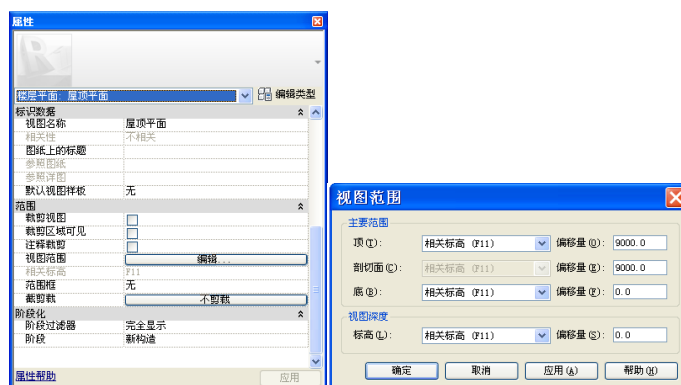

图 4-51
- 9) 在新建的楼层平面“屋顶平面”中，在空白处单击鼠标右键，在弹出菜单中选择“属性”，进入“属性”选项卡，编辑“视图范围”一项，在弹出菜单中修改“顶”和“剖切面”的偏移量为 9000，确定完成（如图 4-51 所示）。